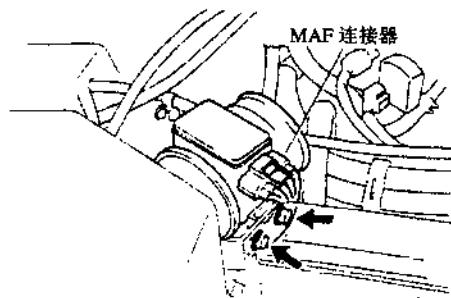

图 1.10 空气流量计位置
- ② 拆卸空气流量计。空气流量计位置如图 1.10 所示。